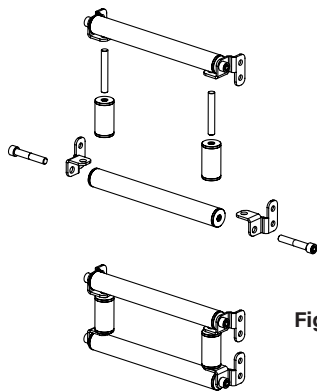
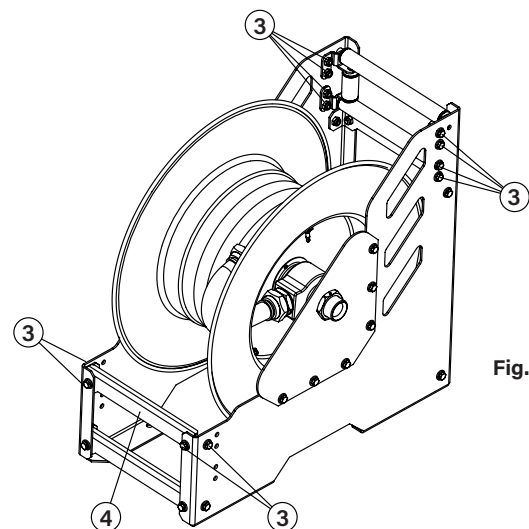

Fig. 3
Fig. 4
5. Ensamble entre sí los componentes de la salida de manguera desmontados previamente según (Fig. 3), y lleve los a su nueva posición según, apretando los tornillos (3) (Fig. 4).
6. Finalmente ensamble el travesaño (4) (Fig. 4) en la posición indicada.